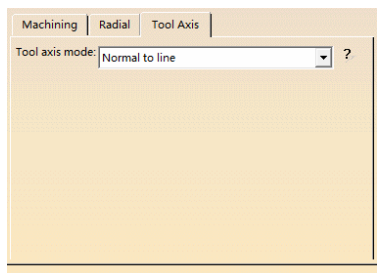

图 4-102 “Tool Axis” 选项卡（4）
- 在“Tool axis”选项卡（4）的“Tool axis mode”下拉列表中选择“Normal to line”，如图 4-102 所示。